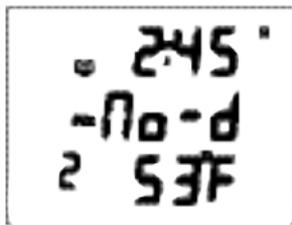

Fig. 50 - DATOS REGISTRO 1
**DATOS DE REGISTRO 1;** ésta es la información mostrada (Fig. 50):